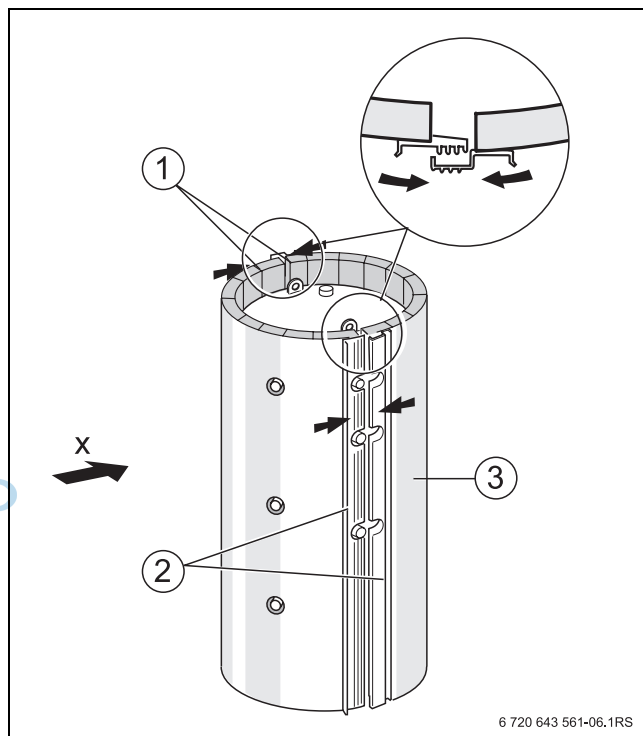

Bild 6 Wärmeschutz montieren
- Für ein vollständiges Ineinandergreifen der beiden verzahnten Schienen sorgen (→ Bild 6, Lupe).